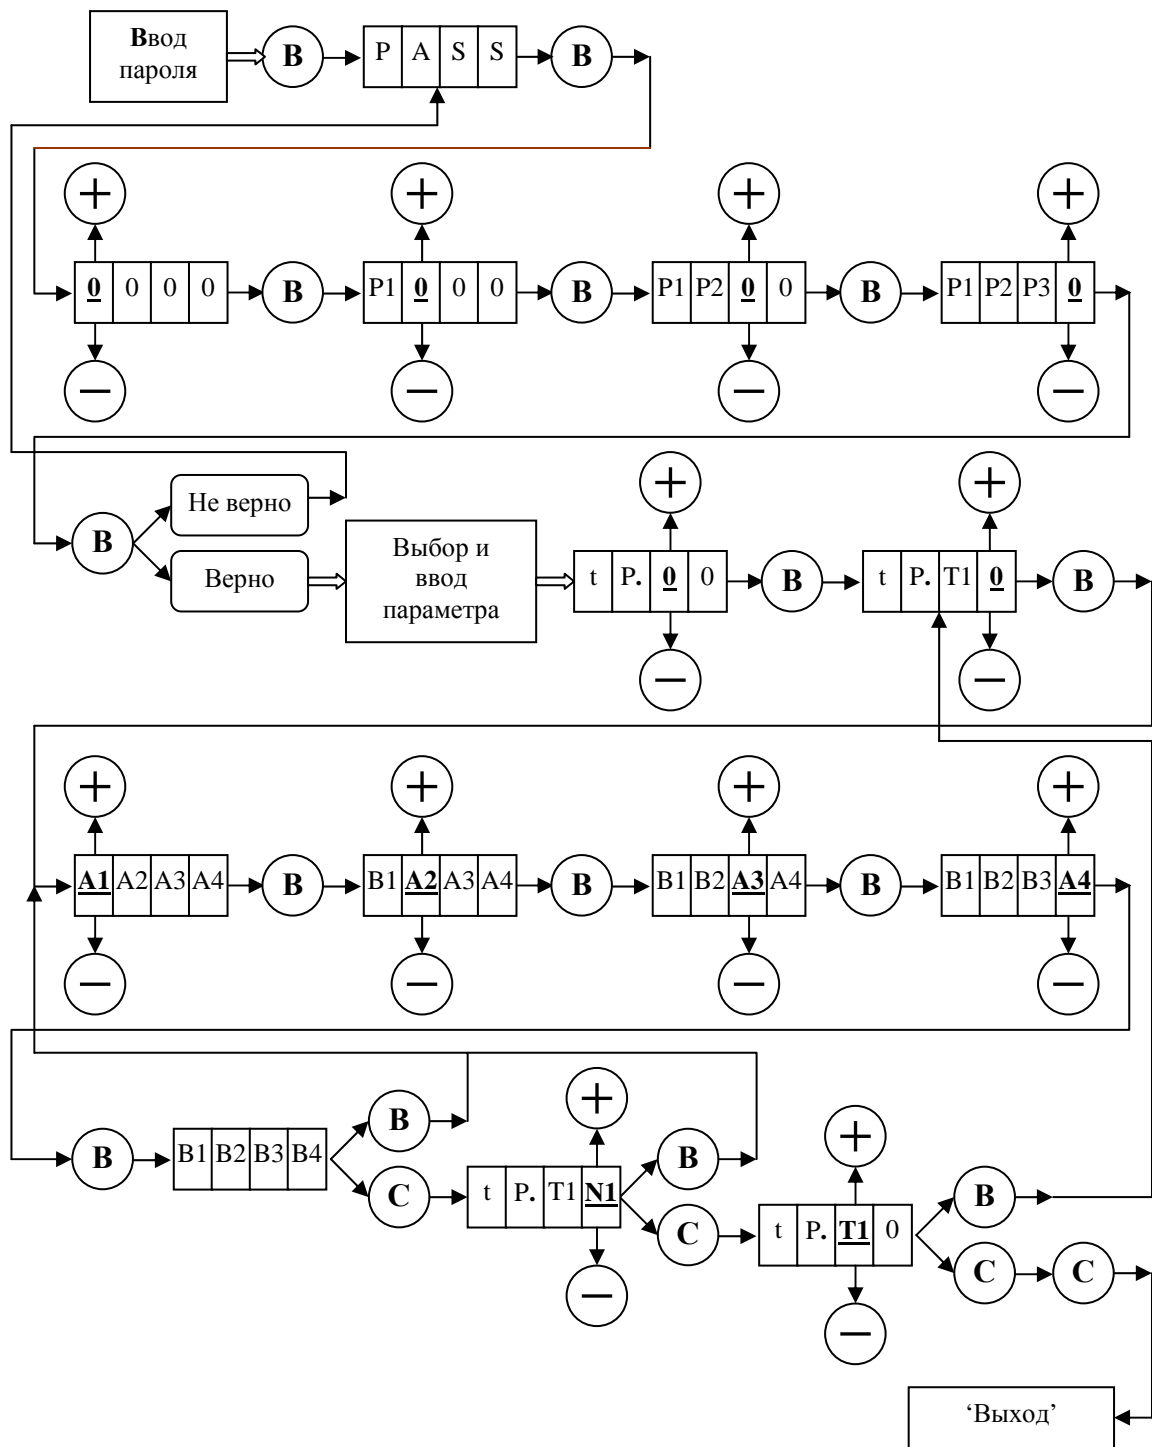

Рис. 3. Ввод параметров БУАД и УСНА с помощью клавиатуры.
3.5.5.10. **Un\_P** – пункт меню 1 уровня – редактирование параметров *Устройства*. Этот пункт меню подробно рассмотрен при описании режима ‘*Редактирование параметров УСНА*’. Диаграмма ввода параметров *Устройства* аналогична диаграмме ввода параметров БУАД и изображена на **рис. 3**.
- **E0L** – переезд зоны полного открытия (**C0**, **рис.3**) или полного закрытия (**C9**, **рис.3**). *Синхронизация* в этом случае выключается. Ошибка сбрасывается при смене кода направления движения. При повторном неоднократном возникновении данной ошибки нужно провести **измерение проема**, если затем эта ошибка все равно будет возникать, необходимо проверить механику привода.
3.5.7.3. На **рис. 3** изображена диаграмма ввода параметров с помощью клавиатуры, где кружки с соответствующими надписями обозначают кнопки клавиатуры, причем буква **В** обозначает **ВВОД**, а буква **С** – **СБРОС**.